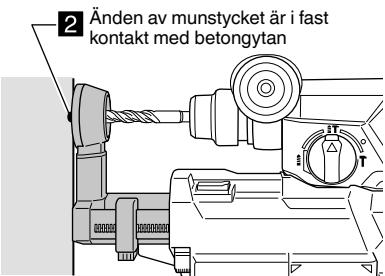

Bild 11
(2) Frigör munstycket och låt det komma i kontakt ordentligt med betongytan. (**Bild 11**)